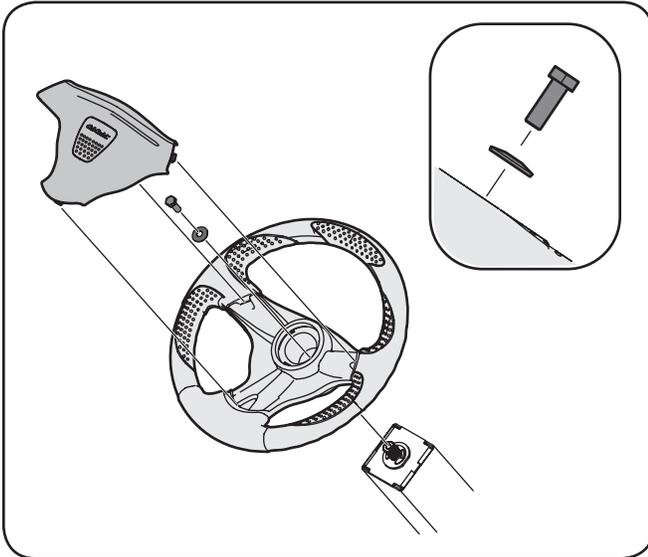

Figure 3-7
3. Insérez la rondelle Belleville (la partie creuse vers le bas) dans le volant de direction et fixez-la avec le boulon autobloquant. Voir Figure 3-7.